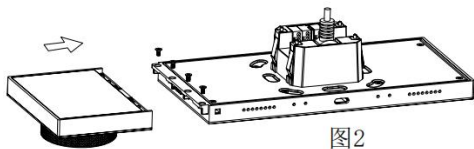
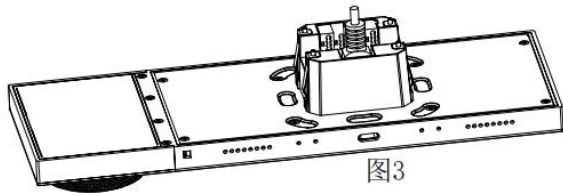

图2
图3
- 2.Assemble the 6PIN terminal of the S7 Extension Sub Panel with the connector block of the KNX Smart Touch S7 and fixed it with screws. As shown in Fig.2; S7 Extension Sub Panel and KNX Smart Touch S7 installations complete. As shown in Fig.3;
- 3.将 S7 旋钮子面板的 6PIN 端子与 KNX 智能屏 S7 的连接座进行组装，并用之前卸下来的 4 个螺丝进行固定。如图 2 所示；S7 四键子面板与 KNX 中控屏 S7 安装完成。如图 3 所示；